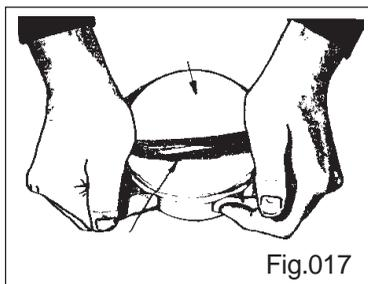

Fig.017
a) Lubrificar levemente as bordas e alojamento do êmbolo e colocar a gaxeta. Para esta montagem, veja a Fig.017